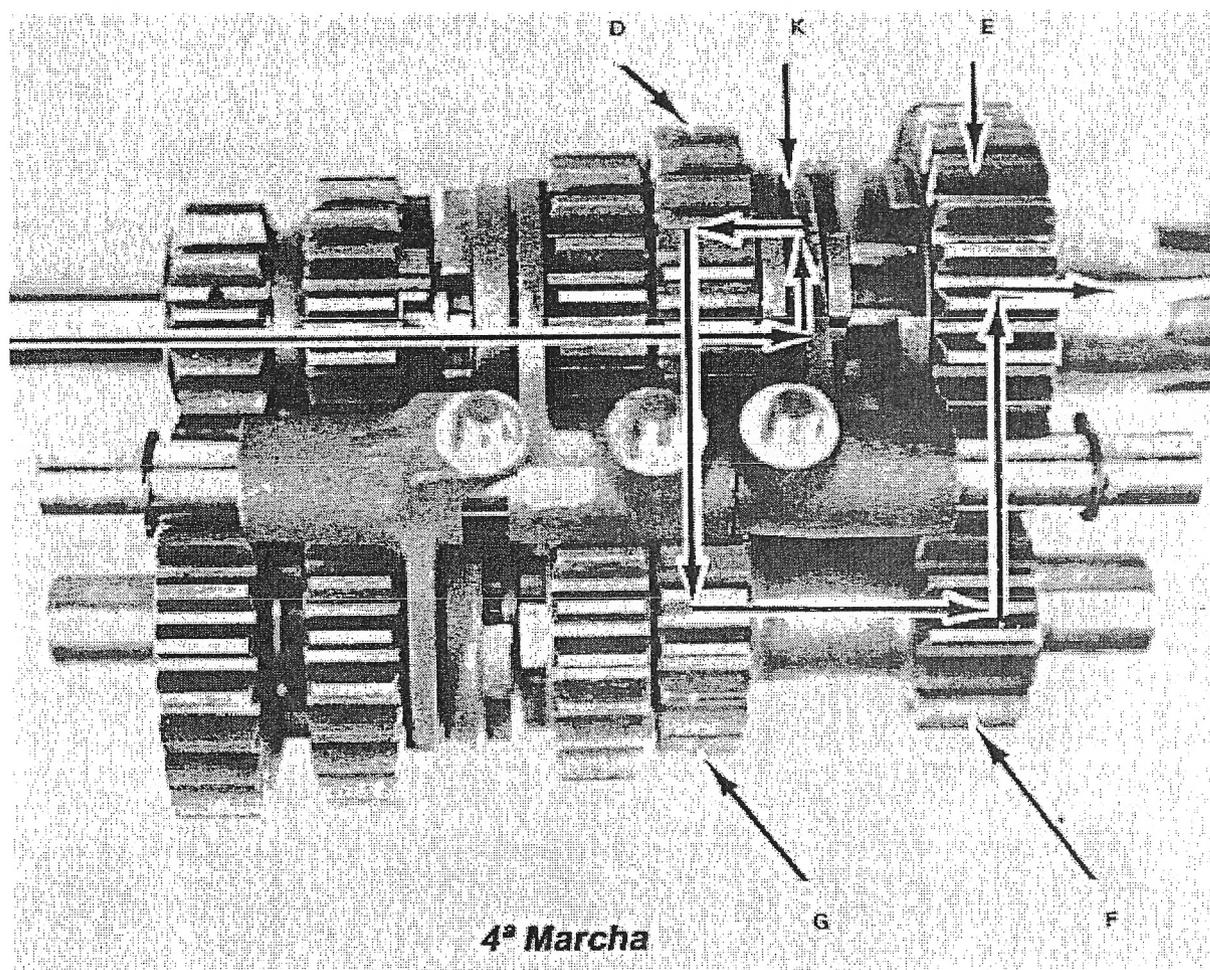

FIG. 36
8. **Cuarta.** Para pasar de 3ª a 4ª, se levanta la palanca de cambios, haciendo que el eje del selector gire y mueva la horquilla hacia arriba haciendo girar el tambor en el sentido de las agujas del reloj. Esto retira el piñón I hacia la izquierda desengranándose de H y volviendo a su posición en punto muerto. La cruceta K, se desliza a la izquierda, engranando el piñón D. La caja está ahora en 4ª marcha como se ve en la Fig 36.